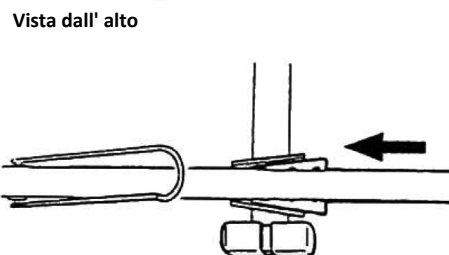

Figura 5
- Spingere ogni braccio trasversale in avanti nella presa finché la linguetta a molla sulla parte inferiore del braccio trasversale non scatta in posizione. (Figura 5)